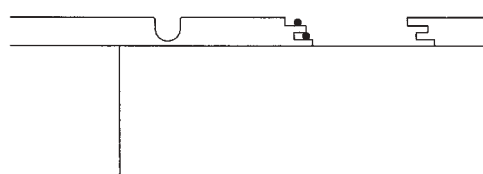

Fig 5
10. Skivorna limmas noggrant i not och fjäder (se fig 5 och 6) samt mot regler och kortlingar. **Limtyp:** PVAC-lim t ex Casco 3304 eller likvärdigt. Limmängden skall vara så riklig att hela fogen fylls med lim och ett mindre överskott pressas fram vid monteringen. Detta överskott avlägsnas. **Limåtgång:** Ca 1 liter/10 m2 för punkt 9 och 10.